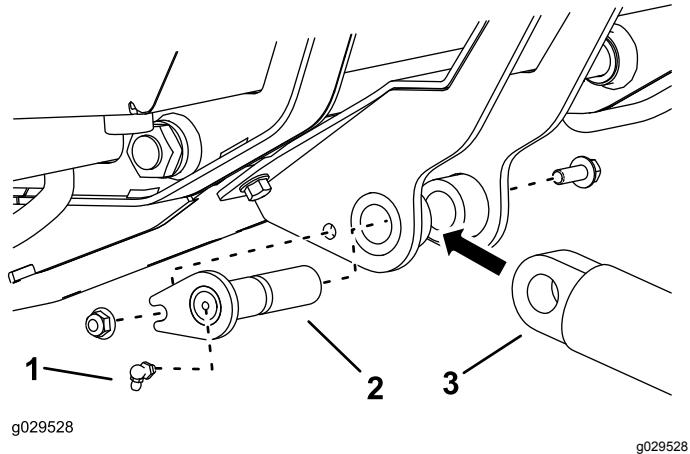

Figura 6
- Monte el extremo libre del cilindro hidráulico en el soporte del cilindro con el pasador de pivotе del soporte del cilindro, un perno ($\frac{3}{8}$ " x 1") y una tuerca ($\frac{3}{8}$ "), según se muestra en Figura 6.
- Enrosque un engrasador en el extremo del pasador de giro, según se muestra en Figura 6.